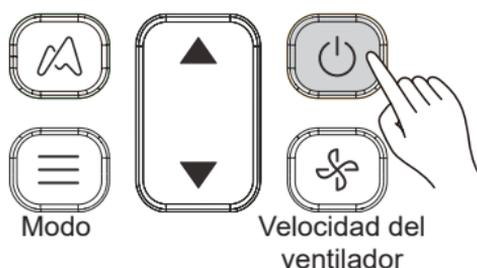

Figura 3.3
1) Pulse  (consulte la figura 3.3), la unidad interior comienza a funcionar.